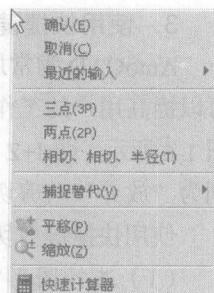

图 1-8
- (1) 单击“圆”按钮③，启用“圆”命令。
- (2) 在绘图窗口中单击右键，弹出“圆”命令的快捷菜单，如图 1-8 所示。